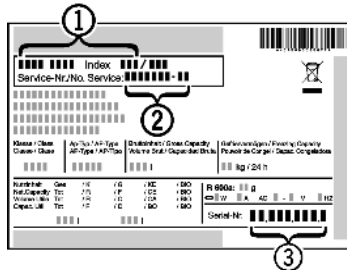

Fig. 12
- ▶ Relever la désignation de l'appareil Fig. 12 (1), le n° de service Fig. 12 (2) et le n° de série Fig. 12 (3) sur la plaquette signalétique. Cette plaquette se trouve sur la paroi intérieure gauche de l'appareil.
- ▶ Informer le S.A.V. et lui communiquer la panne, la désignation de l'appareil Fig. 12 (1), le n° de service Fig. 12 (2) et le n° de série Fig. 12 (3).